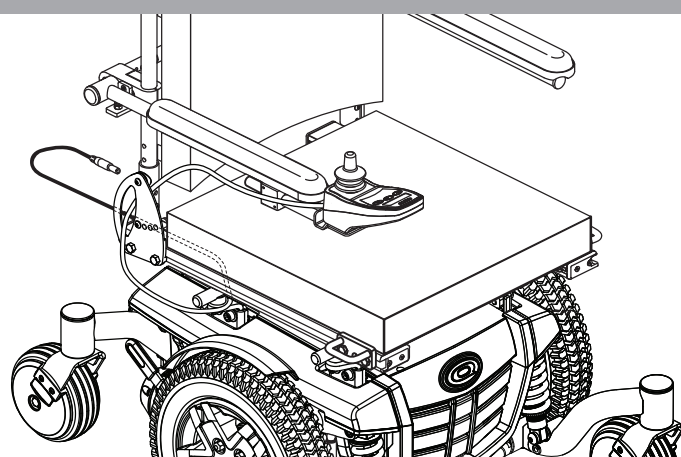

Figure 5. Câble sécurisé sur un siège Synergy
5. Fixez le câble du contrôleur sous l'accoudoir avec des attaches pour fil. **Voir la figure 5.**